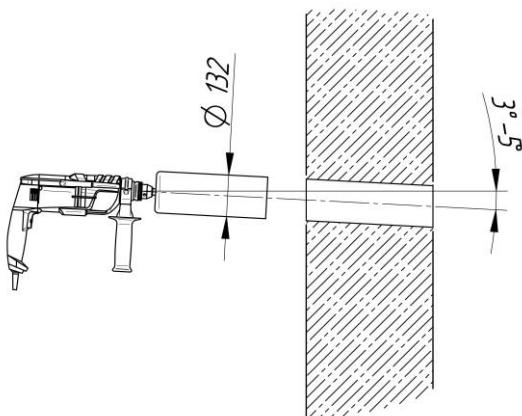

Рис. 14
1. Просверлите отверстие коронкой Ф132, обеспечив уклон канала 3-5 градуса в сторону улицы для стока конденсата, см. Рис. 14.